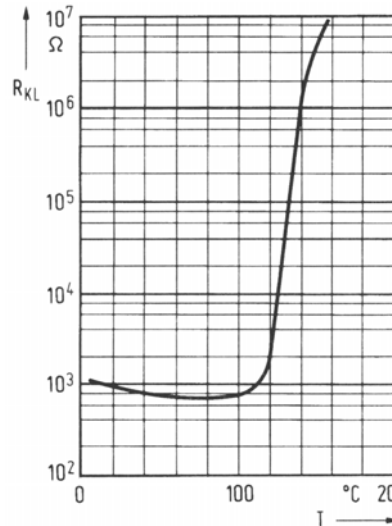

Abb. 5
8. Welcher Bauelementetyp ist in der folgenden Kennlinie (Abb. 5) dargestellt?